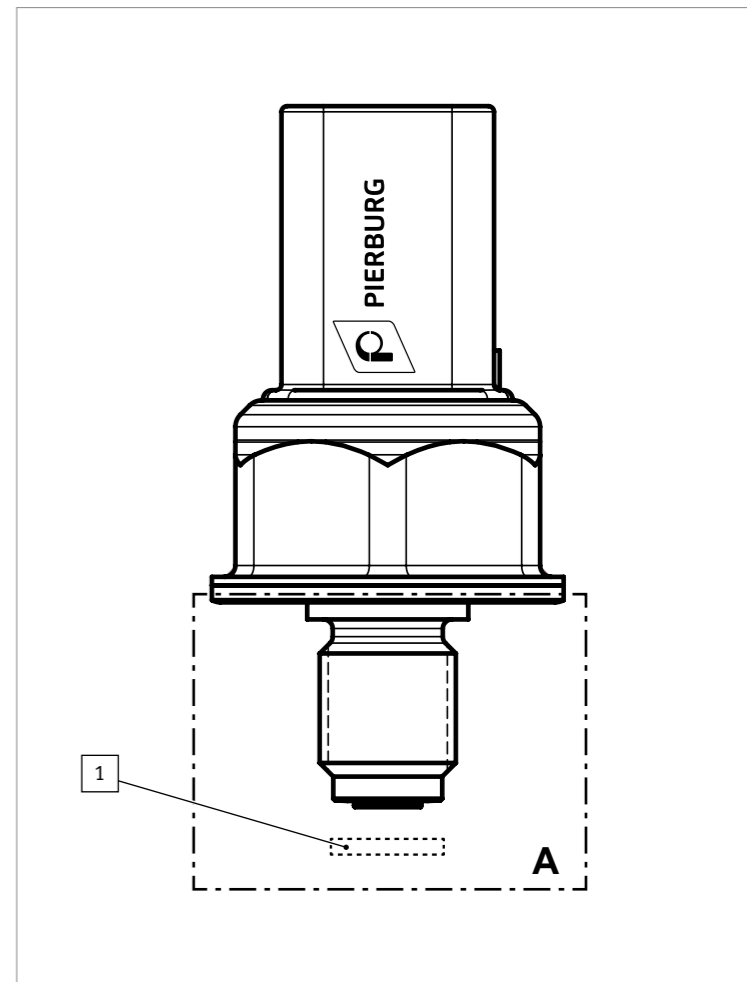

Abb. 2/ Fig. 2/ Рис. 2/ 图2
- Area A (Fig. 2) and the area around the installation location must remain free from dirt, chips and lubricants.
- La zone A (fig. 2) ainsi que l'environnement immédiat du lieu de montage doivent être exempts de saletés, copeaux ou lubrifiants.